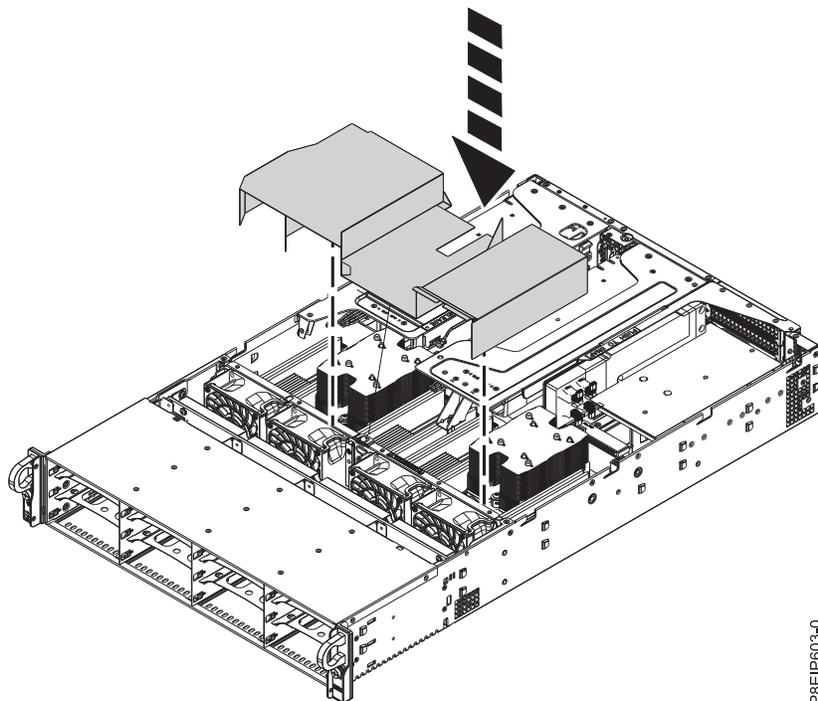

図 36. プロセッサ・エア・パффルの取り付け
5. システム・プロセッサ・エア・バッフルを取り外した場合は、再取り付けします。バッフルの端をファン・サポートに挿入します ( 37 ページの図 36 を参照)。次に、バッフルを所定の位置に慎重に押し込みます。